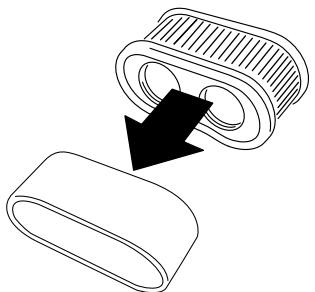

Figura 30
5. Separe el elemento de gomaespuma del elemento de papel (Figura 30).